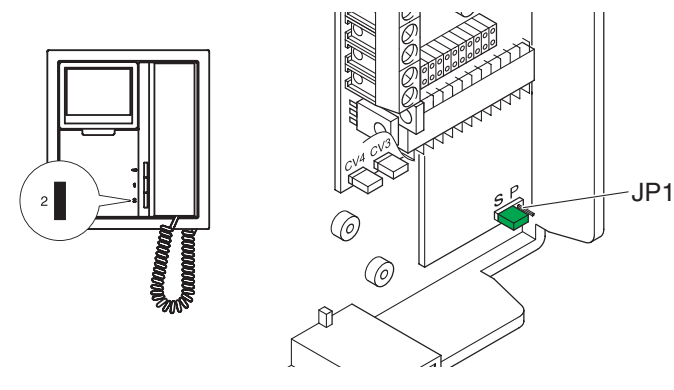

Fig. 1
1. Sur les articles 4880, 4881, enlever les deux cavaliers qui se trouvent dans l'angle en bas à droite (Fig. 1).